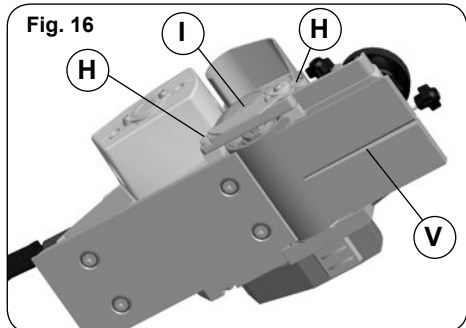

Fig. 17
- Sprawdź za pomocą linijki, czy wałek K jest równo z podstawą L (Rys. 17). Zarówno wałki szlifujące, jak i spiralne oraz proste (w opcji) ostrza, są bezproblemowo wymienne w strugu CE223X, więc w zależności od rodzaju zadania jakie chcesz wykonać, postępuj zgodnie z powyższymi wskazówkami, a na końcu upewnij się, że wymienione elementy są idealnie wyrównane względem podstawy urządzenia (są na tym samym poziomie).
- Sprawdź czy wałek K jest równo z podstawą L (Rys. 17);
- Podwyższ lub obniż podstawę L (Rys. 17)